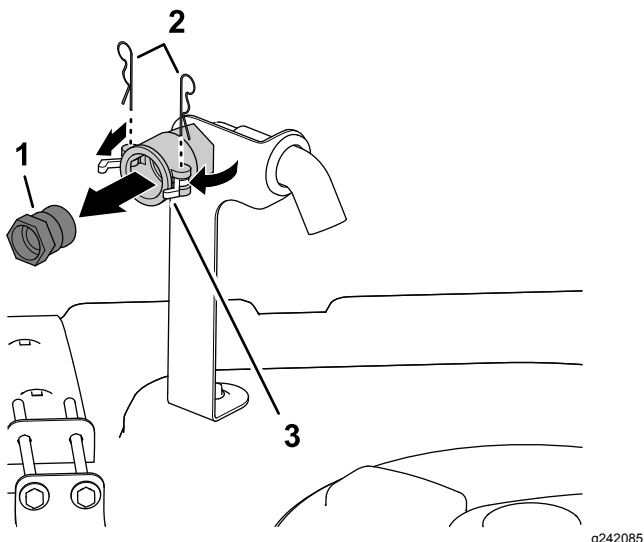

图 3
1. 在药缸盖的右前侧卸下用于固定防虹吸加水口插口快速断开耦合器门锁的 2 个发卡销图 3。
2. 旋开门锁从快速断开耦合器解除快速断开接头的锁定图 3。
3. 从快速断开耦合器取下快速断开接头图 3。
4. 关闭门锁将发卡销装入快速断开耦合器的法兰图 3。